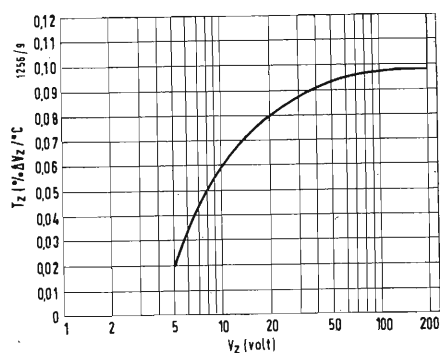

Fig. 6 - Coefficiente di temperatura della tensione Zener in funzione della tensione Zener stessa.
2) una variazione della tensione Zener poichè si hanno variazioni nella temperatura della giunzione a causa delle variazioni di corrente che la attraversano. Nel campo delle tensioni riportate in fig. 4, il coefficiente di temperatura della tensione Zener ( $\Delta V_z / ^\circ C$  in %) è positivo, (fig. 6) e quindi le variazioni della tensione Zener dovute sia alla resistenza interna del diodo sia al suo riscaldamento si sommano. La variazione della tensione di uscita dovuta alla resistenza interna del diodo è data semplicemente dal prodotto di tale resistenza interna per la variazione della corrente Zener: